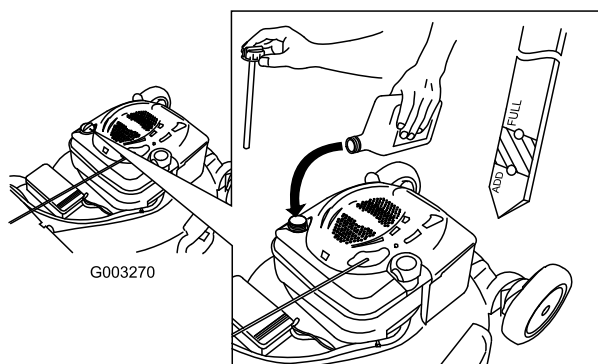

Figure 6
1. Retirez la jauge (Figure 6).
2. Versez de l'huile **lentement** dans le goulot de remplissage pour faire monter le niveau de liquide jusqu'au repère du plein (Full) sur la jauge (Figure 6). **Ne remplissez pas excessivement.** (Remplissage max. : 0,59 l (20 oz), type : huile détergente SAE 30 de classe de service API SF, SG, SH, SJ, SL ou supérieure.)